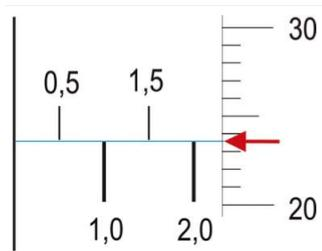
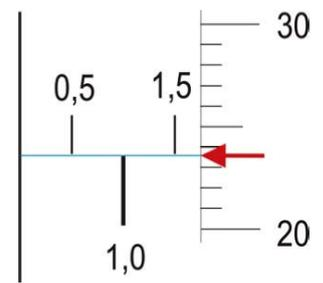

Abbildung 6: Hier zeigt die Trommelskala den Wert 2,235
Abbildung 7: ... und hier 1,735
- (M2) Mit der Trommel können Sie die Stellung des Prismas im inneren des Spektralapparats verändern. Variieren Sie die Stellung des Prismas bis sie eine Linie sehen (z. B. rot) und setzen Sie anschließend das Ansatzstück mit dem LDR auf das Fernrohr. Verändern Sie die Stellung der Trommel so, dass der Widerstand möglichst gering wird. Ändern Sie gegebenenfalls die Anzeigegrößenordnung am Multimeter. Lesen Sie die Trommelskala (Siehe: Abb. 6 und Abb. 7) auf 0,005 Skt genau ab und notieren Sie den Wert zusammen mit der Wellenlänge der entsprechenden Linie. Wiederholen Sie den Vorgang für alle Linien.